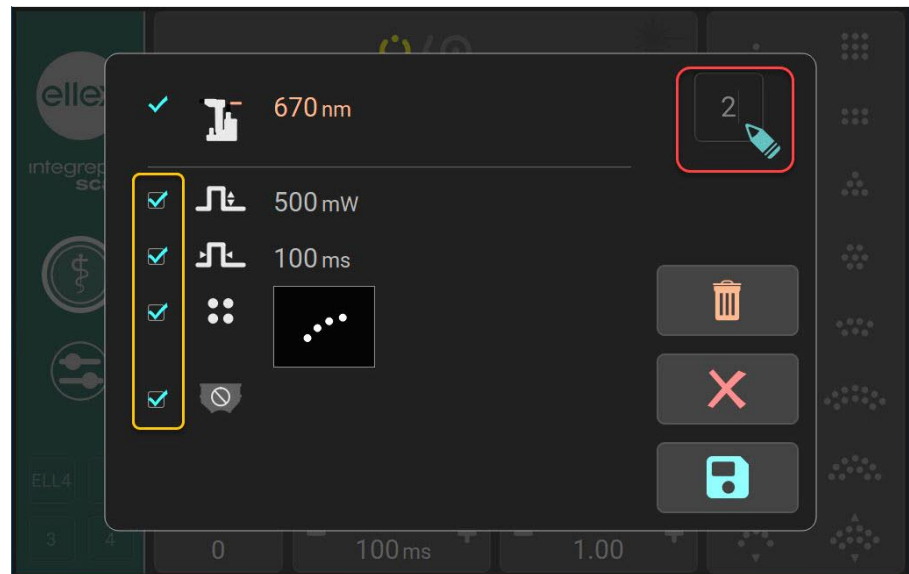

Abbildung 5-2
4. (Optional) Standardmäßig werden diese Behandlungsspeichereinstellungen als Zahlen gespeichert. Wenn Sie einen Namen angeben möchten, klicken Sie auf die Zahl (rot hervorgehobener Kasten in Abbildung 5-2). Es erscheint ein Pop-up-Fenster mit einer Tastatur. Geben Sie bis zu 4 alphanumerische Zeichen ein und tippen Sie auf , um den Namen zu registrieren.